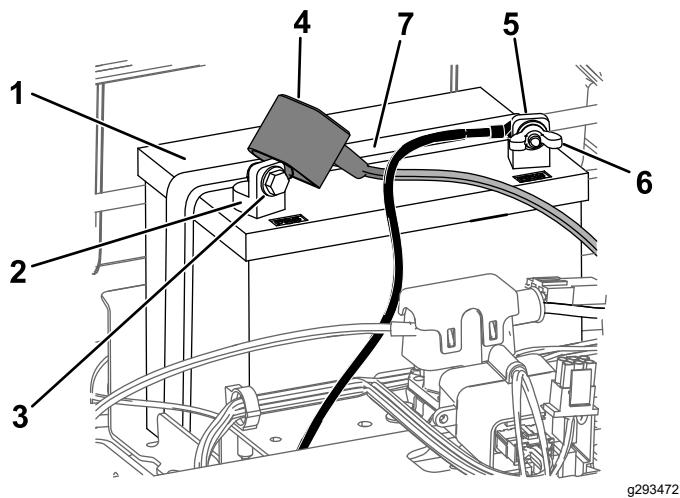

Figure 48
- Débranchez le câble négatif (noir) de mise à la masse de la borne de la batterie (Figure 48).
6. Débranchez le câble positif (rouge) de la borne de la batterie (Figure 48).
7. Déposez la barrette de maintien de la batterie (Figure 48) et soulevez la batterie de son support.
1. Placez la batterie sur son support (Figure 48).
5. Fixez la batterie en place à l'aide de la sangle de maintien (Figure 48).